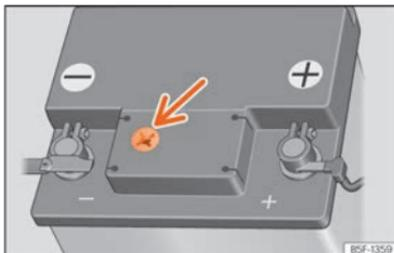

Fig. 188 Mirilla en la parte superior de la batería de 12 voltios (representación esquemática).
- Compruebe el indicador de color de la mirilla en la parte superior de la batería »» » fig. 188.